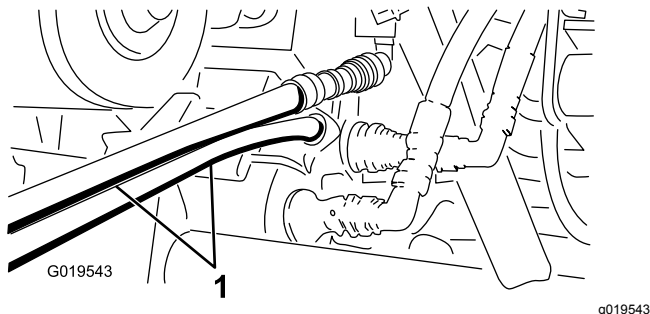

Figura 71
5. En la otra máquina, conecte las dos mangueras al acoplamiento que permanece todavía en el soporte de acoplamiento (conecte la manguera superior al acoplamiento superior y la manguera inferior al acoplamiento inferior) (Figura 71).